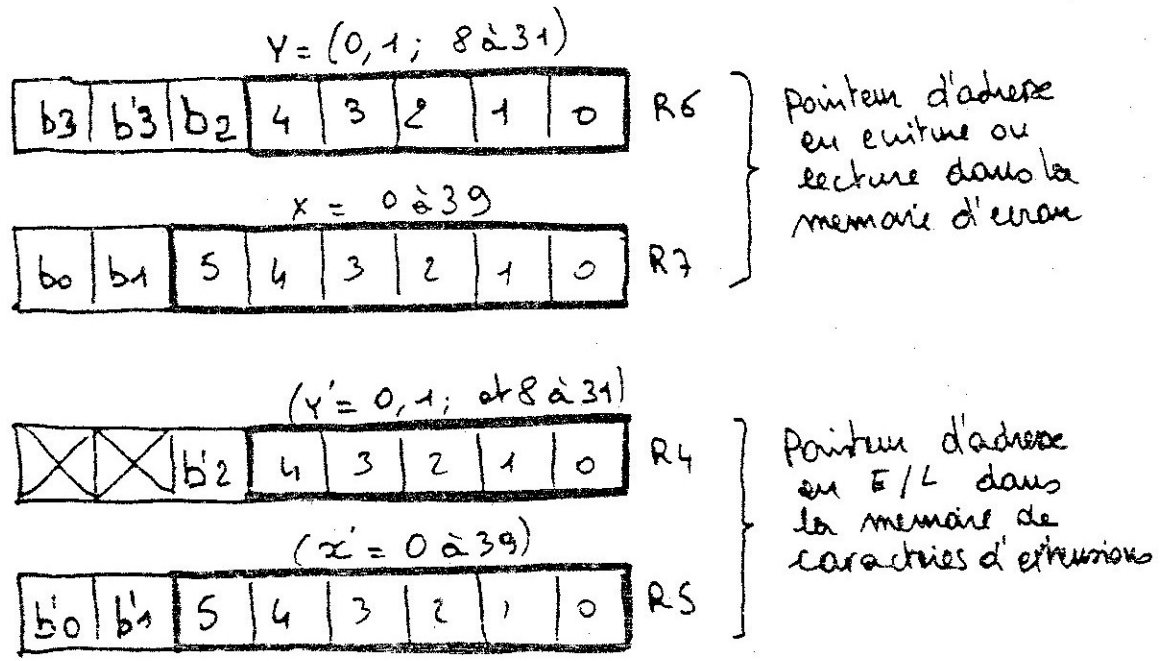

figure 22. constitution des pointeurs d'adresse en RAM externe
(2) en mode 40 caractères de 24 bits par rangée le caractère et ses attributs doivent être placés en R1, R2, R3
- les registres R4 et R5 voir la figure 22.